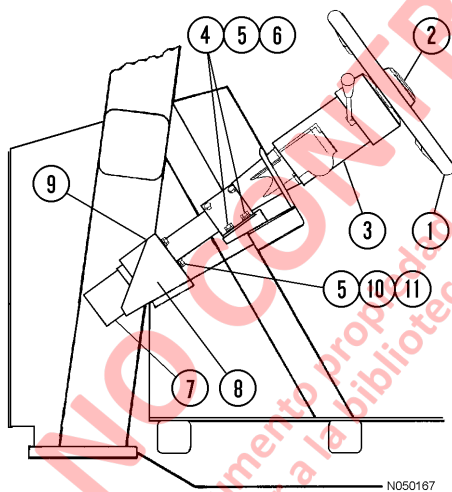

FIGURA 5-1. UNIDAD DE CONTROL DE DIRECCIÓN
4. Retire los cuatro tornillos de montaje (10, Figura 5-1), las arandelas planas y las arandelas de seguridad. Desmonte la unidad de control de dirección (7).
2. Alinee la unidad de control de dirección con las ranuras del eje de la columna de dirección. Fije la unidad de control de dirección en el lugar con cuatro tornillos (10, Figura 5-1), arandelas planas y arandelas de seguridad.